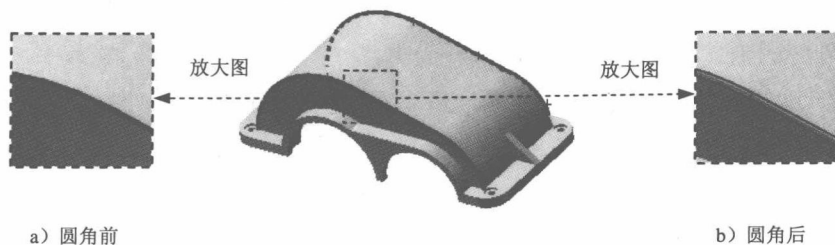

图 1.22 圆角 2
Step13. 创建图 1.22 所示的圆角 2。选择下拉菜单 **插入(I)** → **特征(F)** →
圆角(U)... 命令；采用系统默认的圆角类型；选取图 1.22 所示的两条边线为要圆角的对